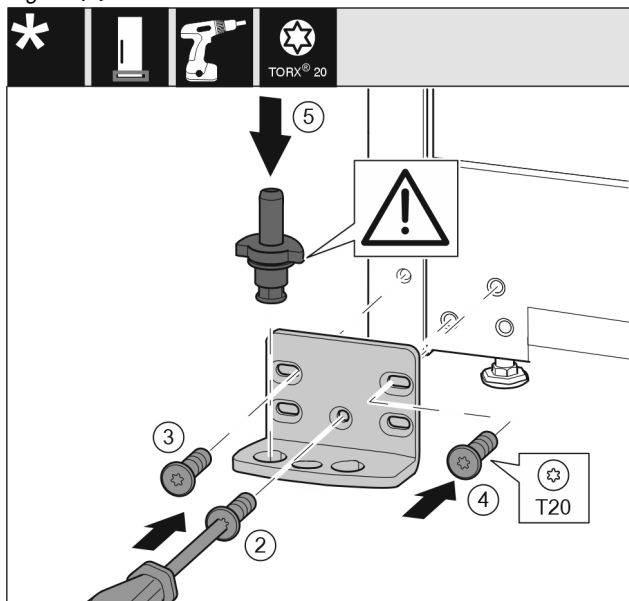

Fig. 18
- Coloque el soporte de cojinete en el otro lado y atorníllelo con la ayuda de un destornillador T20. Comience por el tornillo 2 en la parte inferior central. *Fig. 18 (2)*
- Atornille los tornillos 3 y 4. *Fig. 18 (3,4)*
- Coloque el perno de cojinete completo. Preste atención a que el saliente de retención esté orientado hacia atrás. *Fig. 18 (5)*